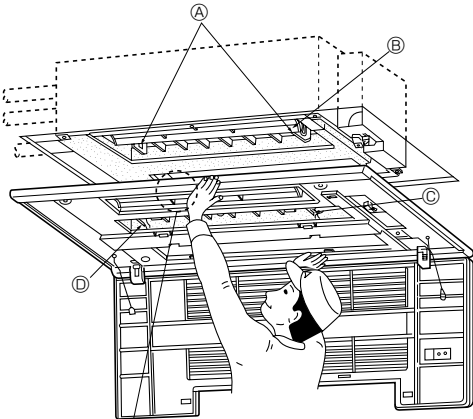

Рис. 5-4
5.3. Установка вентиляционной решетки (Рис. 5-4)